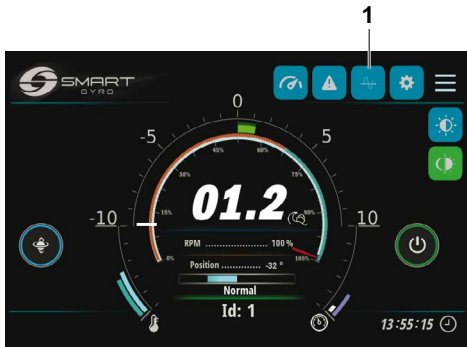

Figura 25
- Premendo l'icona Rollio (Figura 25, (1))